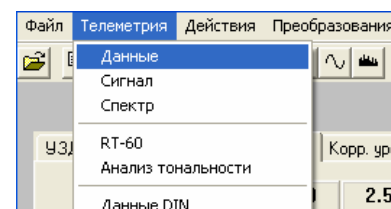

Рисунок 4
- Подключить прибор к компьютеру через кабельный адаптер телеметрии ЭКО-DIN-DOUT. Запустить на компьютере программу Signal+. В программе Signal+ в меню «Телеметрия» выбрать пункт «Данные» (Рис. 4).
- Подключить прибор к компьютеру через кабельный адаптер телеметрии ЭКО-DIN-DOUT. Запустить на компьютере программу Signal+. В программе Signal+ в меню «Телеметрия» выбрать пункт «Данные» (Рис. 4). Запустить измерения кнопкой «Старт/стоп» в строке управляющих пиктограмм. Подождать как минимум 1 минуту.